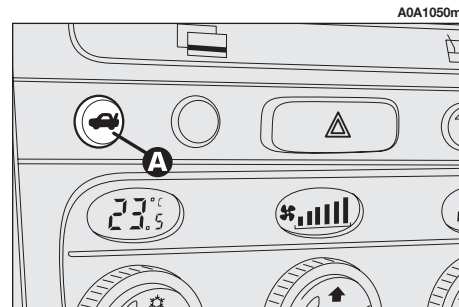

fig. 158
**dall'interno vettura** - mediante pressione del pulsante (**A-fig. 158**).
## APERTURA DALL'INTERNO (fig. 158)